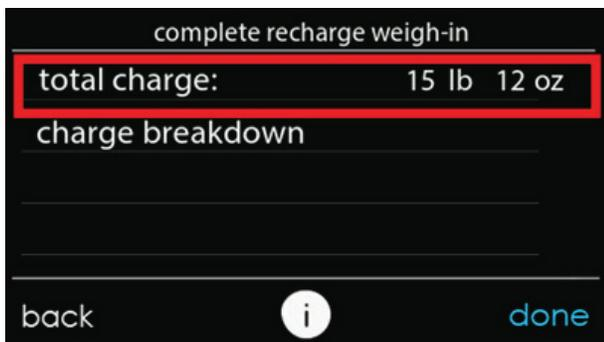

Fig. 20 – Charge totale requise pour une charge complète
14. S'il s'agit d'une recharge complète, sélectionnez « complete recharge » (recharge complète) à l'écran « charging mode selection » (sélection du mode de charge). Cet écran affiche la charge totale à ajouter pour le serpentin intérieur, les conduites et l'unité extérieure (voir la Fig. 20). L'écran « charge breakdow » (répartition de la charge) indique la charge requise pour chaque composant du système.